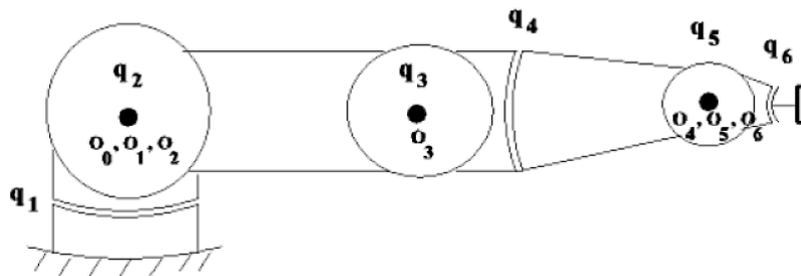

Figure 7 : Bras du robot tendu à l'horizontale.
- Le bras du robot est tendu à l'horizontale selon l'axe  $x_0$  (voir la Figure 7),